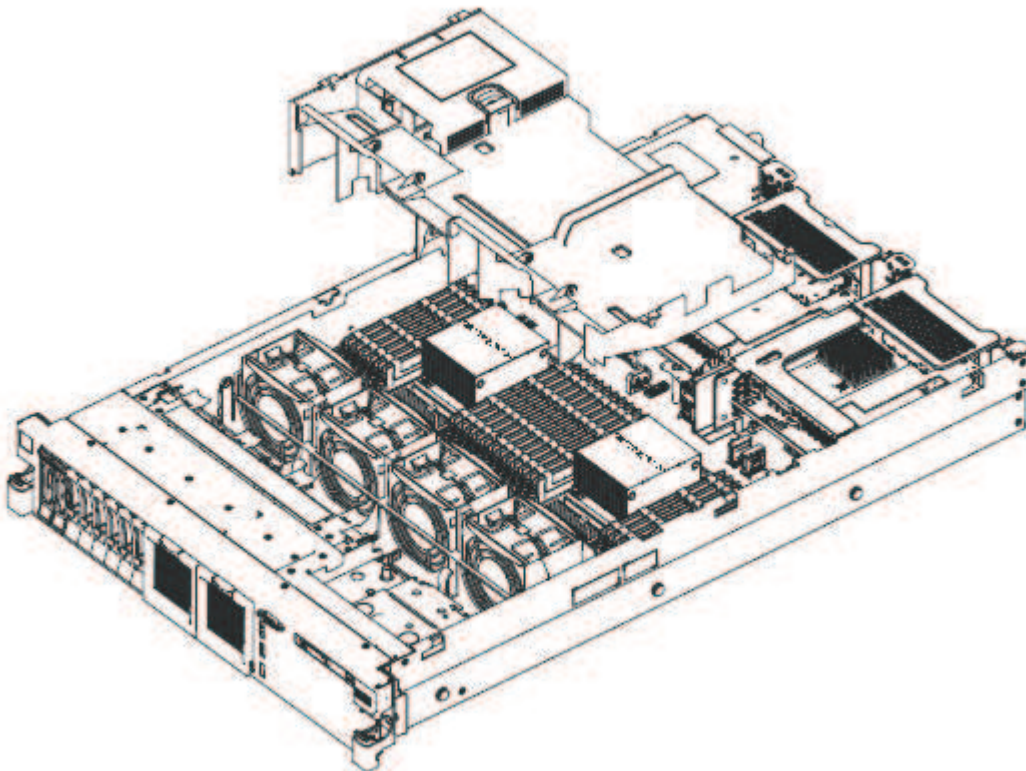

図 59. エア・バッフルの取り外し
2. 図 59 に示すように、エア・バッフル上部の前面および背面の下に指を入れ、エア・バッフルを持ち上げてサーバーから取り外します。